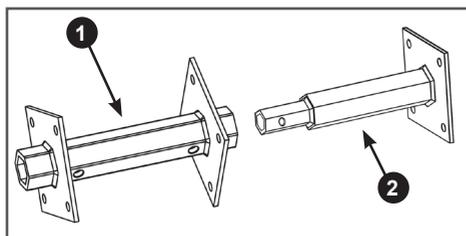

Рис. 14. Секции оси фрезы
2. Определите какой стороной основная секция 1 оси фрезы устанавливается на вал редуктора и к какой стороне крепится дополнительная секция 2 оси фрезы (Рис. 14). Вставьте дополнительную секцию в основную сначала с одной стороны, затем с другой, при этом должна совпасть только одна пара отверстий. Та сторона основной секции оси фрезы, отверстие на которой не совпадает с отверстием на дополнительной секции оси и устанавливается на вал редуктора.